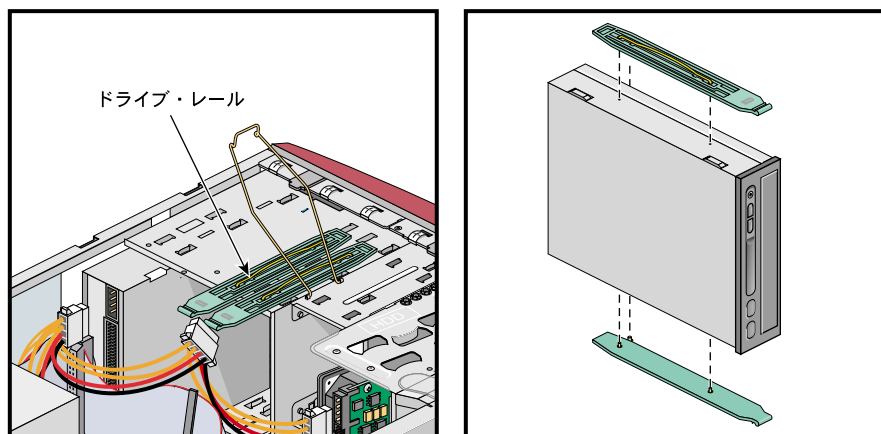

図 4-20 ドライブ・レールの取付け
4. 緑のドライブ・レールの場所を確認します。これらは、ドライブ・ケージの側面に保管されています。図 4-20 を参照してください。
5. ドライブ側面の穴にピンを挿入して、緑のドライブ・レールをディスク・ドライブの側面に取付けます。図 4-20 を参照してください。